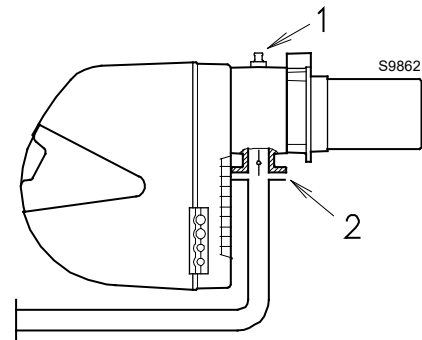

Fig. 39
Presión del gas en la toma 1)(Fig. 39), con:
Pérdida de carga válvula de mariposa del gas 2)(Fig. 39) con abertura máxima: 90°.
- restar a la presión del gas en la toma 1)(Fig. 39) la presión de la cámara de combustión.
Presión del gas en la toma 1)(Fig. 39) = 6,4 mbar
En cambio, para conocer la presión de gas necesaria en la toma 1)(Fig. 39), una vez fijada la potencia MÁX. a la que se desea que funcione el quemador:
- Leer en la Tabla, la presión en la toma 1)(Fig. 39).
presión necesaria para la toma 1)(Fig. 39).